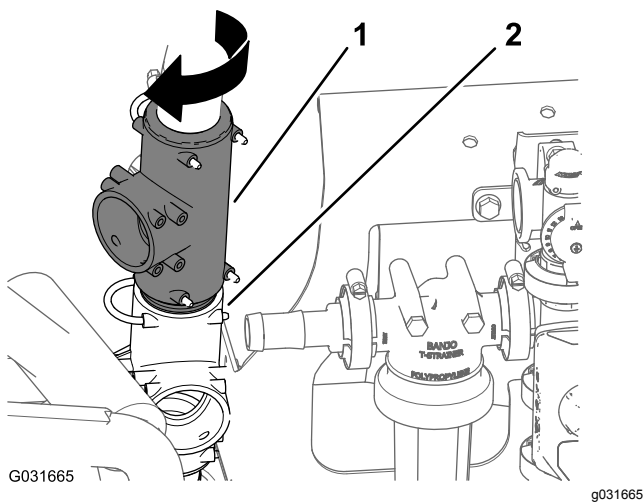

Bild 218
3. Drehen Sie das obere T-Anschlussstück um ca. 45° nach rechts (**Bild 218**).